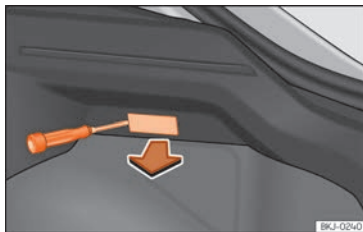

Fig. 64 Luz da bagageira.
- Extraia a tulipa pressionando o rebordo da parte interior da mesma, com a ajuda da parte plana de uma chave de parafusos »» Fig. 64.